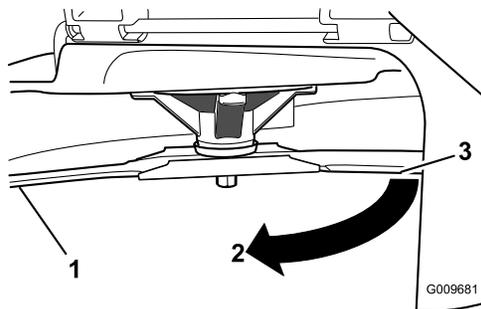

Bild 51
3. Zwischen Messer und Oberfläche gemessener Abstand (A)
4. Drehen Sie dasselbe Messer um 180 Grad, sodass die andere Schnittkante jetzt in derselben Stellung ist (Bild 51).